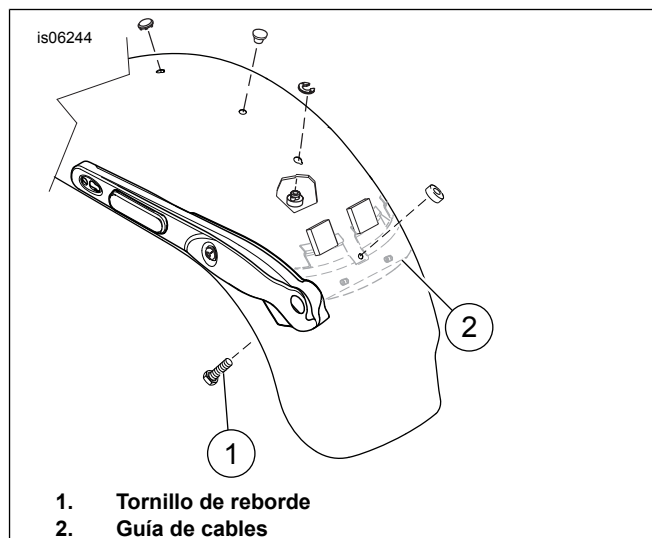

Figura 3. Instalación de la correa de sujeción: Modelos FXDWG
4. Instale el tornillo de reborde desde el interior del guardabarros en el agujero de montaje de la correa de sujeción en el guardabarros. Asegure el tornillo con la tuerca de retención del asiento. **Para los modelos FXDWG de 2010 y posteriores:** Vea Figura 3. Verifique que la cabeza del tornillo de reborde (1) haya pasado de la guía de cables (2) y que esté instalada contra el guardabarros.